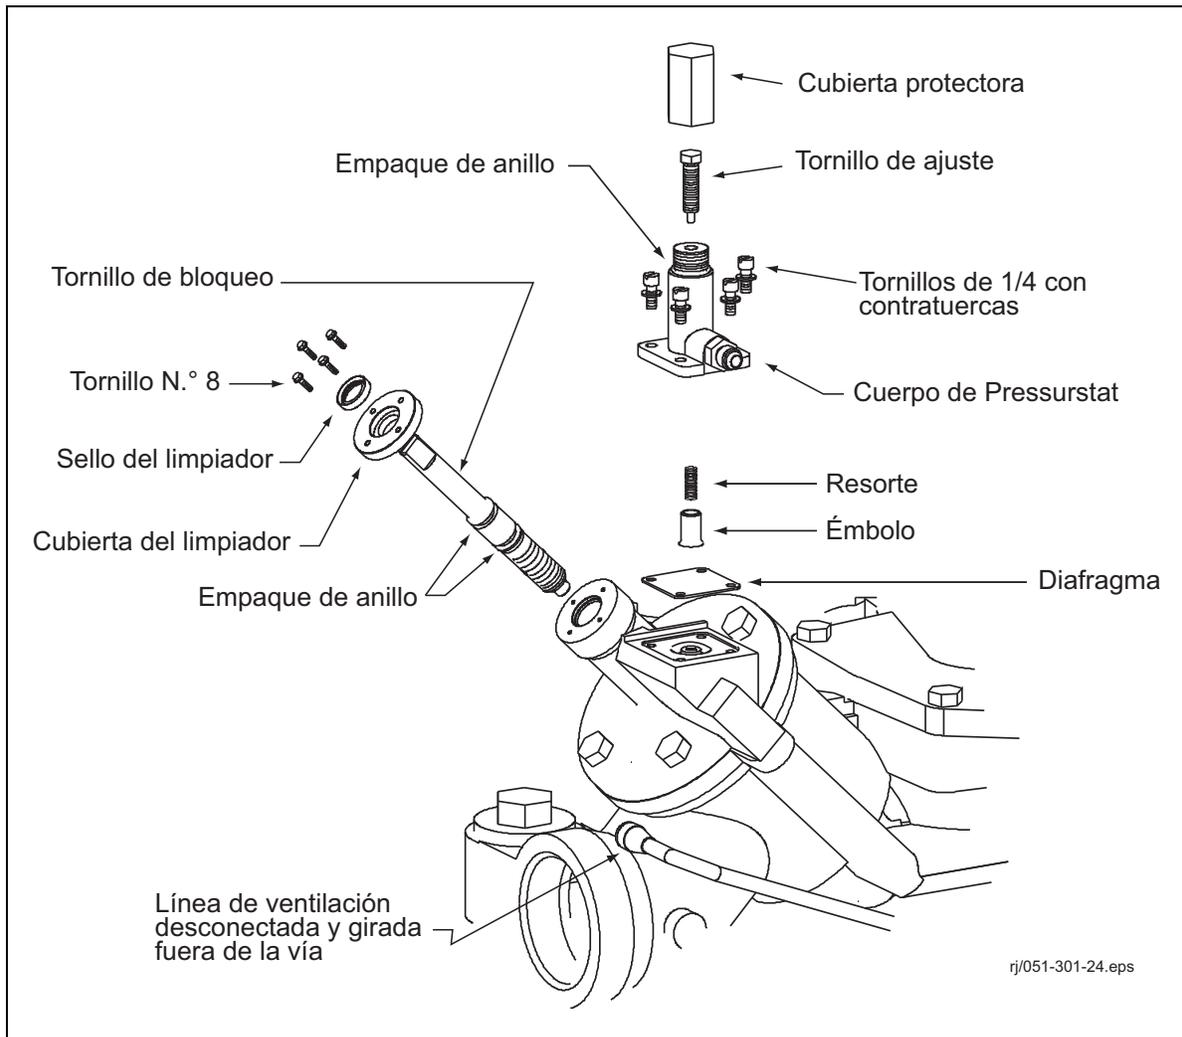

Figura 17. Ensamble del tornillo de bloqueo de la válvula de retención y Pressurstat
2. Retiro del tornillo de bloqueo (vea la Figura 17).
- c. Con una pieza de metal plana de por lo menos 1/2 pulgada más larga que el diámetro externo del limpiador, coloque con cuidado el nuevo limpiador en la cubierta del limpiador, orientándolo como se muestra en la Figura 17.